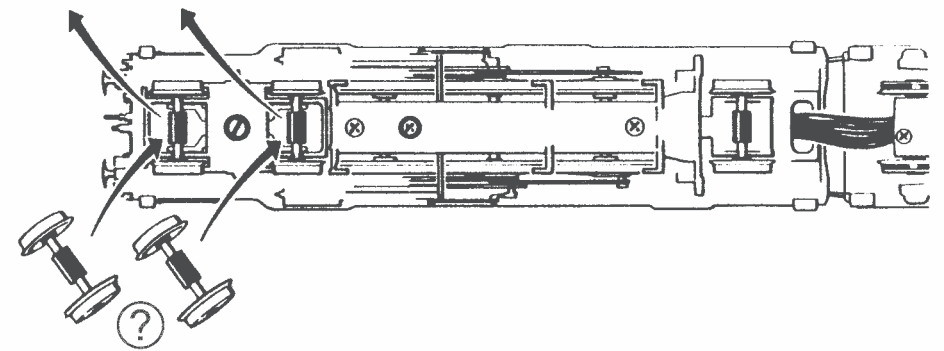

Fig. 3
5. Kohlebürstenwechsel: Tendergehäuse abnehmen (Fig. 3). Danach wird der **Motor ausgebaut** und die **Kohlebürsten ausgewechselt** (Fig. 8).
First remove Tender body (fig. 3). Then remove the jumper from the interface. Finally put the plug of the chip into the interface as shown in fig. 3.
2. Lubrication: Apply **tiny oil drops** to spots marked in fig. 6. Prior to lubrication dismantle the loco body or the tender body (fig. 7, fig. 3). We recommend using item no. **10906, Roco oiler**. For lubrication the gearparts (e.g. cogwheels, worm) we would recommend our Roco **special grease** (item no. **10905**).
5. Carbon Brush Changing: First remove tender body (fig. 3), and then the motor (fig. 8).
Exploitation en télécommande multi-trains: Veuillez démonter d'abord la caisse du tender (fig. 3). Enlevez ensuite la fiche de shuntage de l'interface (à conserver!) et enfichez finalement la fiche du module de télécommande aux prises de l'interface. Veillez à la position correcte de la fiche (voir fig. 3).
2. Graissage: N'appliquez **qu'une toute petite goutte** aux endroits indiqués par le plan de graissage (fig. 6) après avoir démonté la caisse du locomotive/tender (fig. 7, fig. 3). Nous vous recommandons **le graisseur à huile Roco réf. 10906**. Pour graisser les engrenages (roues dentées, vis sans fin) nous vous conseillons la **graisse spéciale Roco réf. 10905** pour engrenages en matières synthétiques. Lorsque vous utilisez cette graisse il faut éviter d'huiler ces composants.
5. Remplacement des balais du moteur: Démontez la caisse du tender (voir fig. 3). Sortez ensuite le moteur de son longement (voir fig. 8) et échangez finalement le balais.